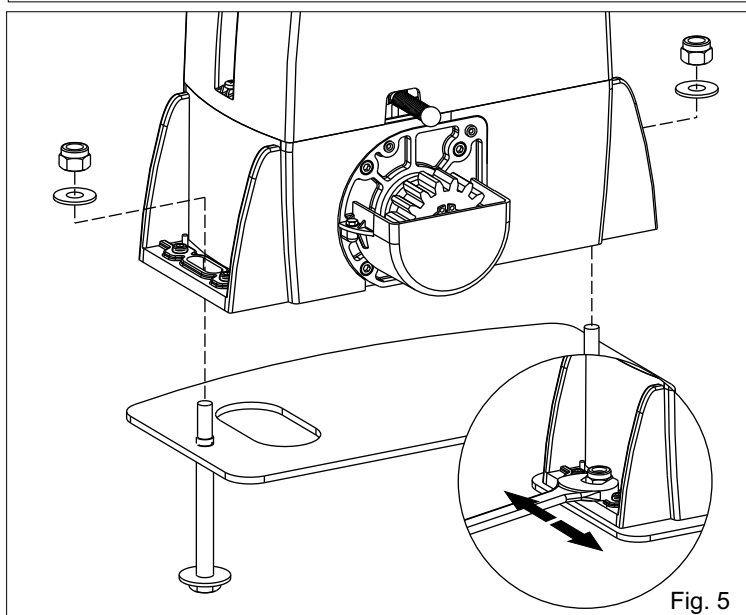

Fig. 5
4.2. Fixer le motoreducteur à la plaque de fondation avec les 2 écrous en réglant la position latérale (Fig.5) pour le respect des cotes cités dans Fig.2.